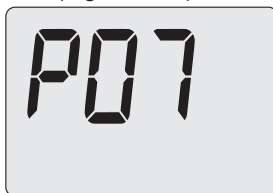

Figura 5.33
- Scorrere i vari parametri utilizzando i tasti 12 o 13 fino a far apparire sul display LCD codice **P07**, indicante l'entrata nel "parametro P07" (Figura 5.33).
- Premendo il tasto 12 o 13 (Figura 5.31) si ottiene la conferma del valore inserito e si ritorna alla lista parametri Figura 5.33.